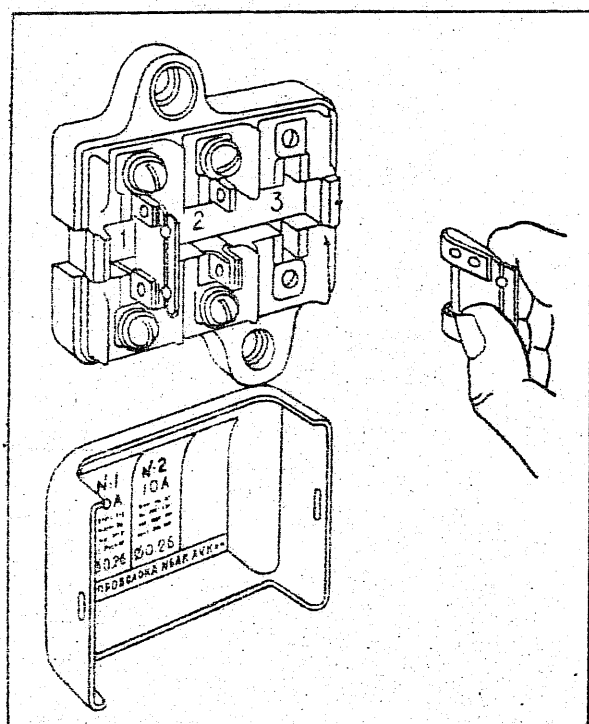

Bild 52. Schmelzsicherungsdose
2. Zwei Schmelzsicherungen, in einer Sicherungsdose (Bild 52) zusammengefaßt, sind im Kofferraum an der Vorderplatte montiert.